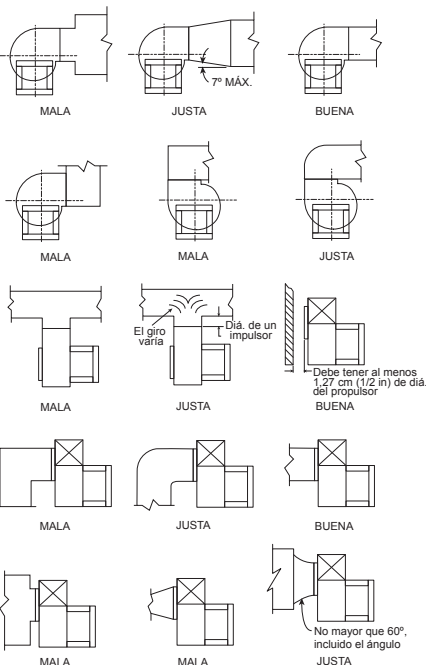

Figura 4
3. El flujo restringido o inestable en la entrada del ventilador puede causar la rotación previa del aire entrante o la carga irregular de la rueda del ventilador, lo que produce pérdidas grandes en el sistema, mayores niveles de ruido y fallas estructurales de la rueda del ventilador. La salida libre o el flujo turbulento en la red de conductos de salida también producirá pérdidas con efectos en el sistema. Los ejemplos en la Figura 4 muestran la disposición del sistema y las configuraciones de entrada y salida que pueden afectar el rendimiento del ventilador.
2. Sistema de conductos	2. Consulte la página 5, Figura 4.